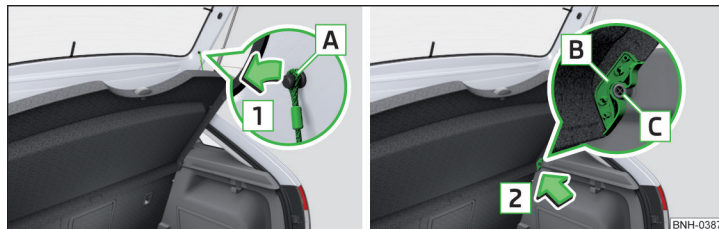

Abb. 91 Gepäckraumabdeckung herausnehmen
Sind die Haltebänder **A** » Abb. 91 an der Gepäckraumklappe eingehängt, dann wird beim Öffnen der Klappe die Gepäckraumabdeckung (nachstehend nur Abdeckung) mit angehoben.
- Auf den beiden Seiten der Gepäckraumklappe die Haltebänder **A** in Pfeilrichtung **1** aushängen » Abb. 91.
- Die Aufnahmen **B** an der Abdeckung über die Bolzen **C** stellen » Abb. 91.